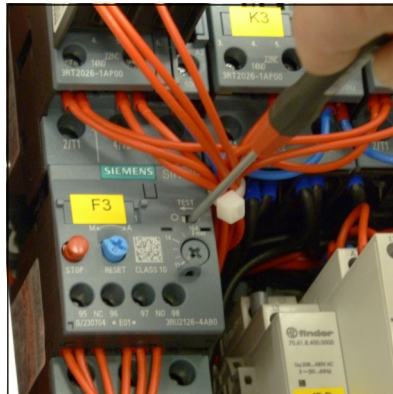

Abb. 2
- Betätigen Sie den Testschalter, indem Sie mit einem kleinen Schraubendreher den Schiebeschalter nach links schieben (Abb. 2).